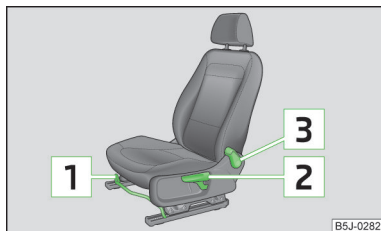

Fig. 38
- Trageți maneta (în zona sa centrală) » fig. 38 în sus și deplasați simultan scaunul în poziția dorită.
- Dacă doriți să ridicați scaunul, ridicați maneta » fig. 38 în sus, respectiv pompați.
- Scoateți de sub sarcină spătarul (nu vă rezemați), trageți maneta » fig. 38 în jos și setați cu spinarea înclinarea dorită a spătarului.